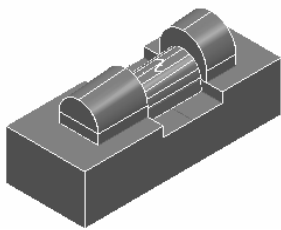
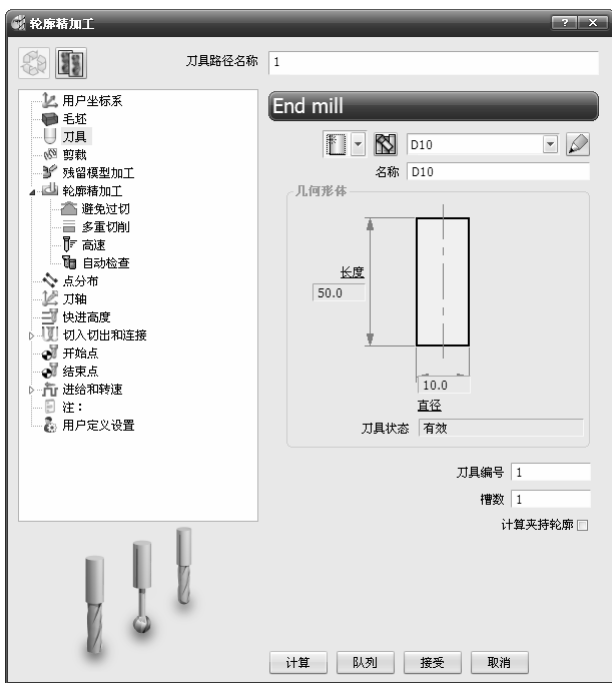

图2-196 打开范例文件
图2-197 “轮廓精加工”对话框
(2) 选择下拉菜单中的“文件”→“范例”命令，弹出“打开范例”对话框，选择“lunkuo.dgk”（“随书光盘:\第2章\exercise16\uncompleted\lunkuo.dgk”）文件，单击“打开”按钮即可，如图2-196所示。
(3) 单击主工具栏上的“毛坯”按钮，弹出“毛坯”对话框。在“由...定义”下拉列表中选择“方框”，单击“估算限界”框中的“计算”按钮，接着单击“接受”按钮，图形区显示所创建的毛坯。
(4) 设置快进高度。单击主工具栏上的“快进高度”按钮，弹出“快进高度”对话框。在“绝对高度”选择中的“安全区域”下拉列表中选择“平面”选项，单击“接受”按钮退出。
(5) 设置开始点和结束点。单击主工具栏上的“开始点和结束点”按钮，弹出“开始点和结束点”对话框，接受默认设置，单击“接受”按钮退出。
(6) 单击主工具栏上的“刀具路径策略”按钮，弹出“策略选取器”对话框，单击“精加工”选项卡，选中“轮廓精加工”选项，单击“接受”按钮，弹出“轮廓精加工”对话框，如图2-197所示。